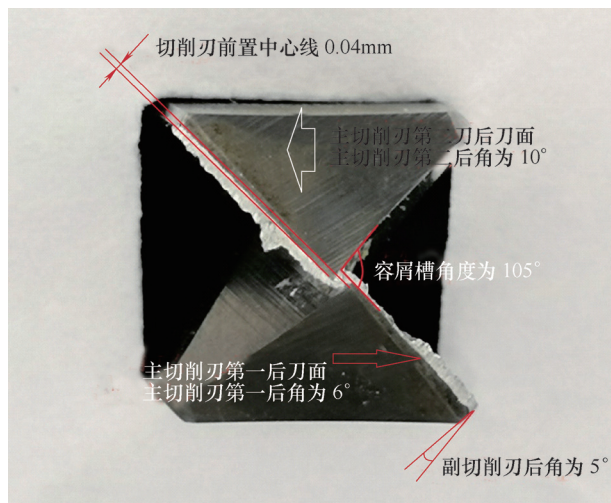

图20 钻孔设计
(3) 刀具结构 加工铝合金材料，考虑断屑、排屑性及切削速度及表面粗糙度等因素，刀体采用直槽形式。刀具设计为粗精结合一道工序完成，前段为整体硬质合金钻头，先粗钻孔 $D7.7\text{mm}$ ，后端设计为焊接式PCD的结构，利用PCD耐磨损、高进给及高表面粗糙度的特点完成内径的精加工。留给后部的PCD精镗单边余量为 0.1mm 。精加工的加工余量太大，影响孔加工表面的粗糙度，尺寸公差及几何公差。如图19所示，刀具在粗钻孔和精加工位置的联接处须有断屑槽的设计，利于断屑和排屑。钻尖设计为自定心钻头形式，硬质合金钻尖夹角为 120° ，焊接PCD主切削刃的夹角为 90° 。如图20所示，钻芯厚度为 0.8mm ，切削刃前置中心线 0.04mm ，切削刃与导条之间的容屑槽角度 105° ，主切削刃第一后角 6° ，第一后刀面宽度为 0.5mm ，第二后角为 10° 。以上这些设计都是为能达到稳定加工。
(4) 刀具材料的选择 硬质合金根据不同的用途采用不同粒度的WC（碳化钨），当强调其耐磨性、抗压和表面粗糙度时采